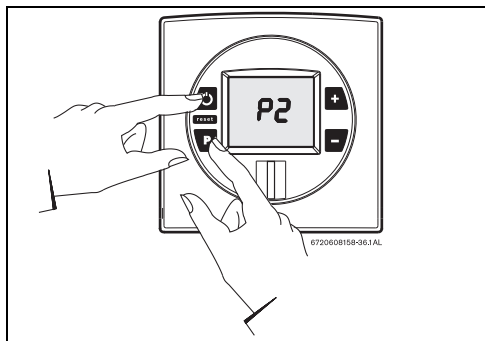

Рис. 43
- ▶ Удерживая нажатой кнопку программы (P), нажмите кнопку «Вкл./выкл.» для включения водонагревателя (см. Рис. 43).